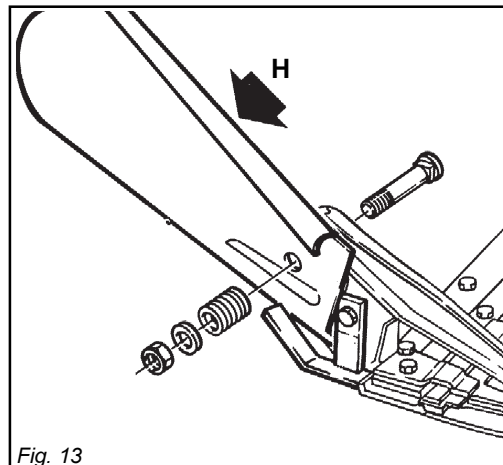

Fig. 13
- Applicare l'andana (H, Fig. 13) sulla scarpa esterna.
- Fit the move guide (H, Fig. 13) to the outhter shoe.
- Das Schwadblech (H, Abb. 13) auf dem äusseren Schuh anbringen.
- Appliquer l'andaineuse (H, Fig. 13) sur la semelle extérieure.
- Aplicar la andana (H, Fig. 13) sobre la zapata externa.